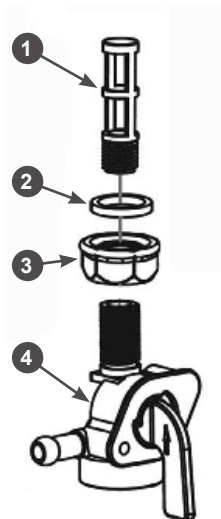

Рис. 16 Устройство топливного крана
В кране топливного бака установлен сетчатый фильтр 1 (Рис. 16). Рекомендуется не реже одного раза в течение 300 отработанных часов (или 1 раз в год) производить его очистку. Одновременно с очисткой топливного фильтра необходимо промыть и очистить топливный бак от грязи и конденсата.
2. Открутите контргайку 3 на 1-2 оборота (Рис. 16).
4. Выкрутите из корпуса 4 топливного крана сетчатый фильтр 1 (Рис. 16).